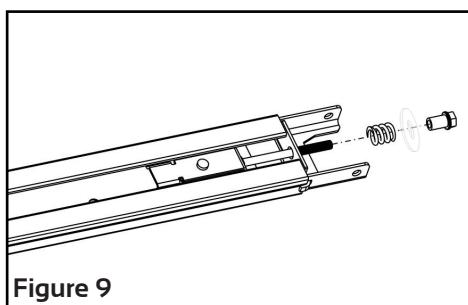

Figure 9
3. Comme sur la Fig. 9, desserrez l'écrou et le ressort.